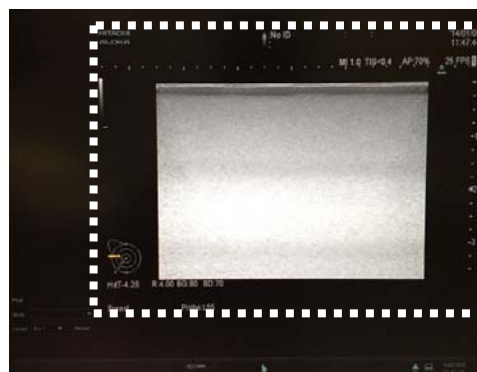

Figure 3-2: Monitor of normal state
全画面ではなく、Figure 3-2 の点線で囲われた領域のみ、出力される。
- ①Confirm the following items.
- Output image is displayed on the dotted line area of Figure 3-2.(Not full screen.)